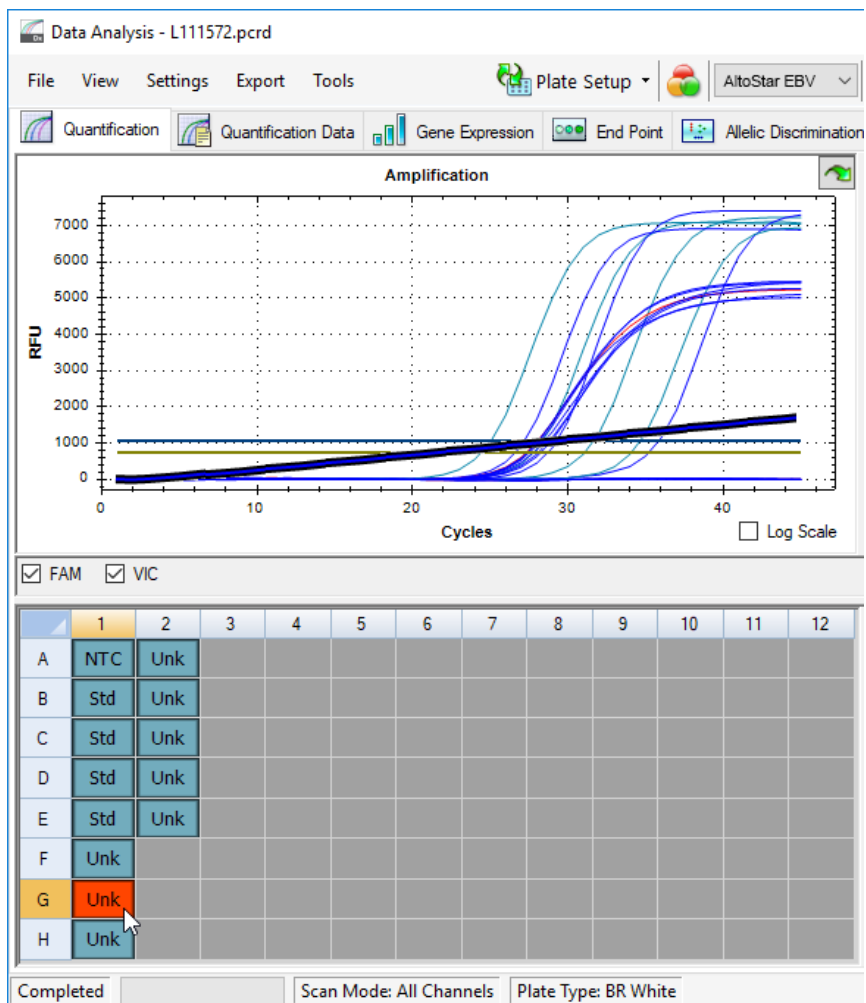

Figura 6: Finestra Data Analysis (Analisi dei dati): segnale PCR irregolare
2. Identificare i pozzetti con segnali PCR irregolari (aumento del segnale lineare, picchi anomali, ecc.) in uno qualsiasi dei canali di rilevamento FAM™ (EBV target) e VIC™ (IC) (vedere figura 6).